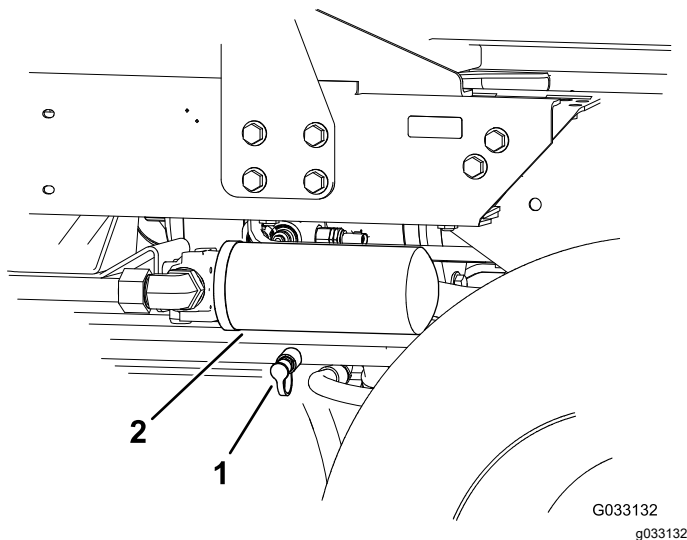

图 39
2. 在安装在后牵引歧管中的诊断接头与后牵引压力测试端口之间连接一根液压软管 图 39。